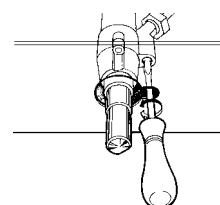

fig.14
- togliere la manopola ed agire sulla vite di regolazione posta sulla destra del rubinetto (fig.14) fino ad ottenere una piccola fiamma regolare, utilizzando un cacciavite (svitando la vite il minimo aumenta, avvitarla diminuisce).